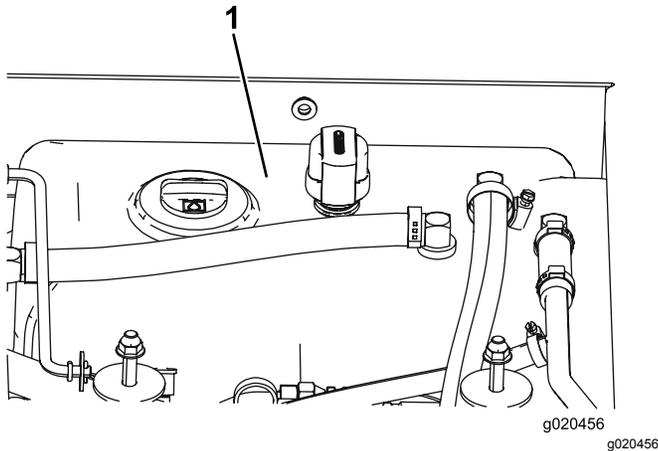

Figure 102
4. Remplissez le réservoir (Figure 102) de liquide hydraulique ; voir Vidange du liquide hydraulique (page 74).